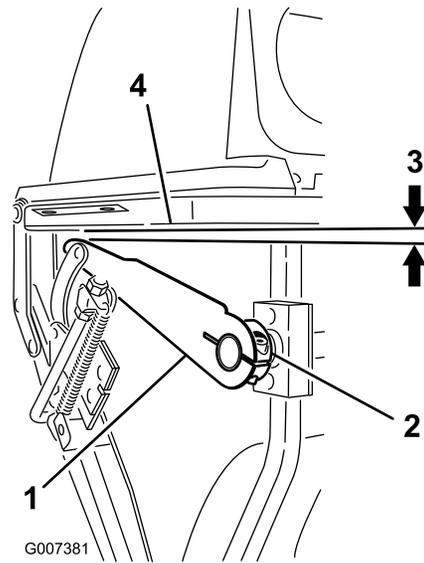

Figure 51
- Si ce n'est pas le cas, desserrez la vis Allen sur le moyeu du levier droit (Figure 51).